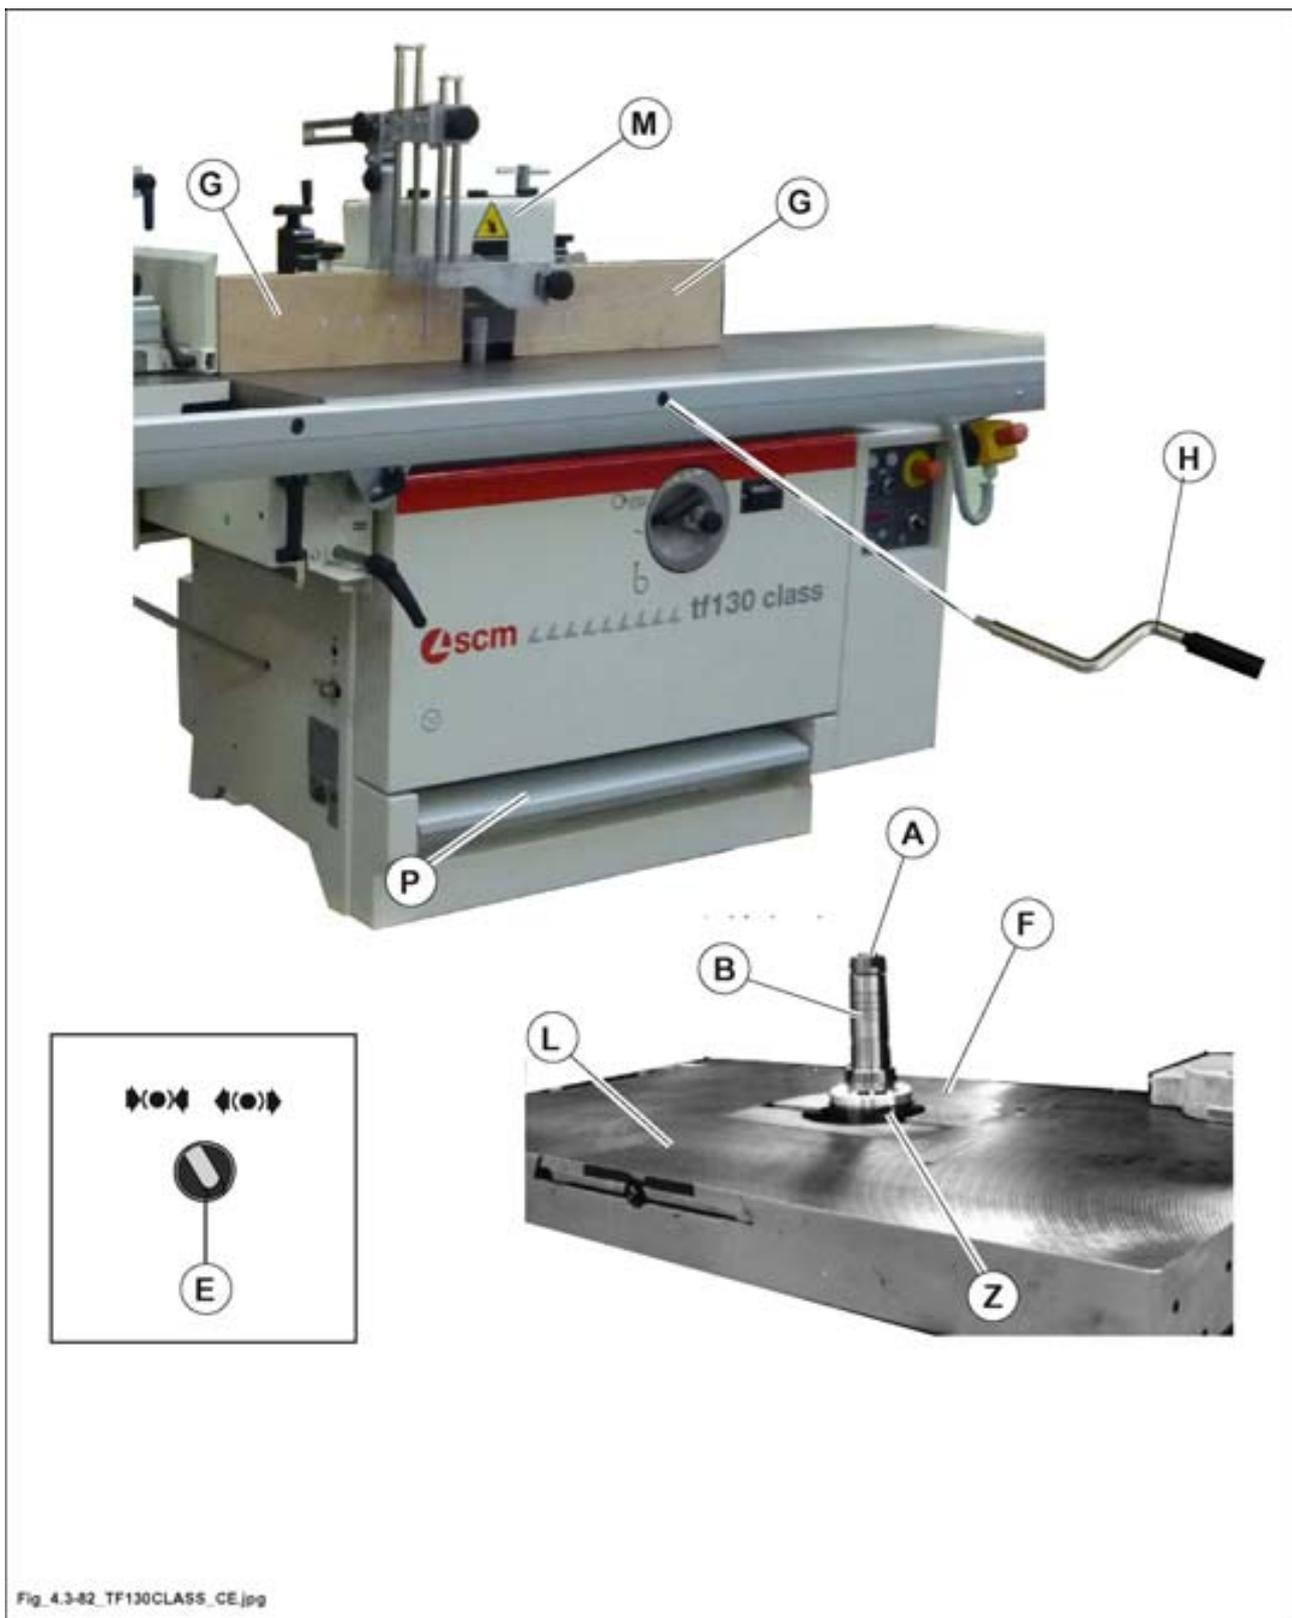

Fig. 4.3-82
Pour obtenir l'alésage le plus petit possible, rapprocher la petite table (L fig. 4.3.82), en tournant la poignée (H fig. 4.3.82).
- 2) Si nécessaire, reculer la petite table (L fig. 4.3-82) en tournant la poignée (H fig. 4.3-82).
- 4) Ouvrir les semi-guides (G fig. 4.3-82).
- 5) Soulever le couvercle (M fig. 4.3-82).
- 6) Oter l'insert (F fig. fig. 4.3-82) en desserrant les 3 vis (V fig. 4.3-82).
- 8) Maintenir la pédale (P fig. 4.3-82) blocage arbre pressée et simultanément tourner l'arbre jusqu'au point d'introduction de la bride de blocage.
- 9) Oter l'écrou (A fig. 4.3-82) (ou bien la vis).
- 10) Enlever les bagues entretoises (B fig. 4.3-82).
- 11) Nettoyer l'arbre et le flasque autoventilant (Z fig. 4.3-82).
- 13) Serrer correctement l'écrou (A fig. 4.3-82) ou bien la vis.
- 14) Relâcher la pédale (P fig.4.3-82) et tourner manuellement l'outil de façon à vérifier les éventuelles interférences.
- 15) Remonter l'insert (F fig. 4.3-82) et repositionner la petite table (L fig. 4.3-82).
- 17) Fermer le couvercle (M fig. 4.3-82).
- 19) Tourner le sélecteu (E fig. 4.3-82) sur le symbole (▶(●)◀).
avec le sélecteur (E fig. 4.3-82) tourné sur (◀(●)▶) (lampe témoin allumée), la machine est en condition de sécurité.
Se rappeler que le moteur peut être mis en route uniquement si l'on reporte le sélecteur (E fig. 4.3-82) en position (▶(●)◀) .